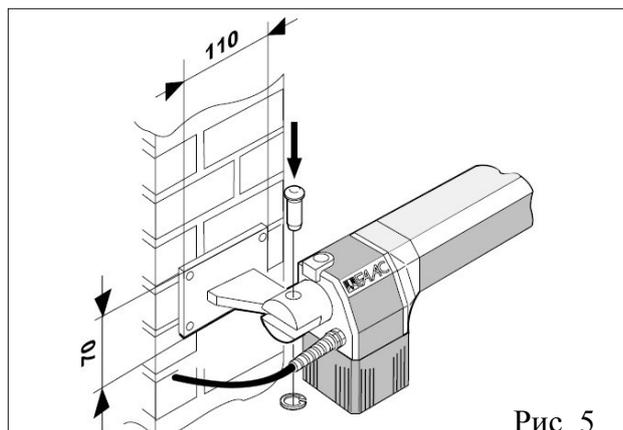

Рис. 5
- 2) Прикрепите привод к кронштейну прилагаемыми в комплекте поставки болтами. (Рис.5)
Важно: Приводы различаются как *левый* и *правый*. Для правильной установки руководствуйтесь рис. 5.